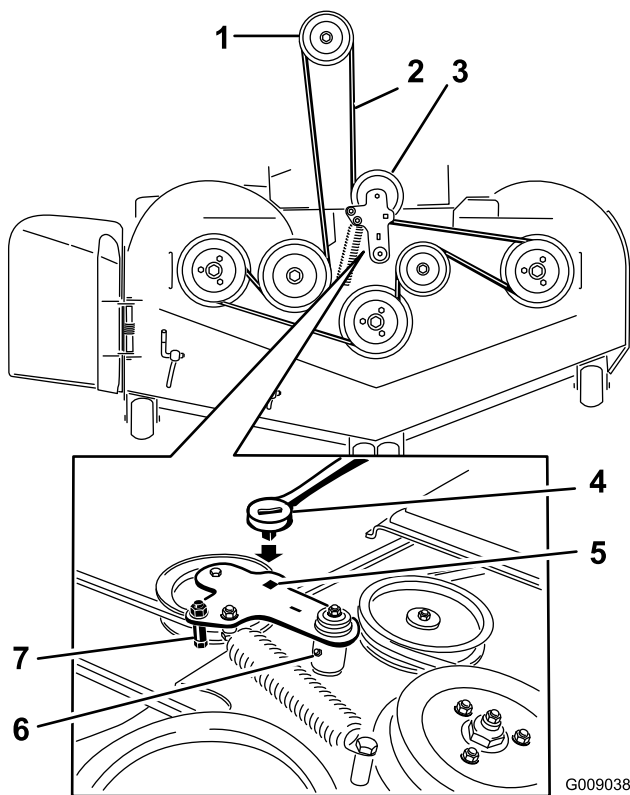

Figura 97
5. Levante la chapa de suelo e introduzca una llave dinamométrica en el taladro cuadrado del brazo tensor de la plataforma (Figura 97).
6. Gire cuidadosamente el brazo tensor de la plataforma en el sentido de las agujas del reloj y retire la correa del cortacésped (Figura 97).